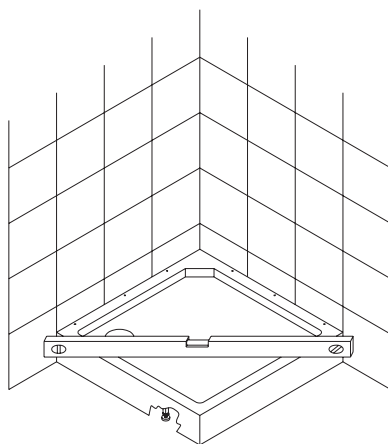

Рис. 2
2. Установите душевой поддон **(14)** в выбранном месте, выровняйте его при помощи строительного уровня, используя ножки, закрепленные под днищем лотка. Рис. 2